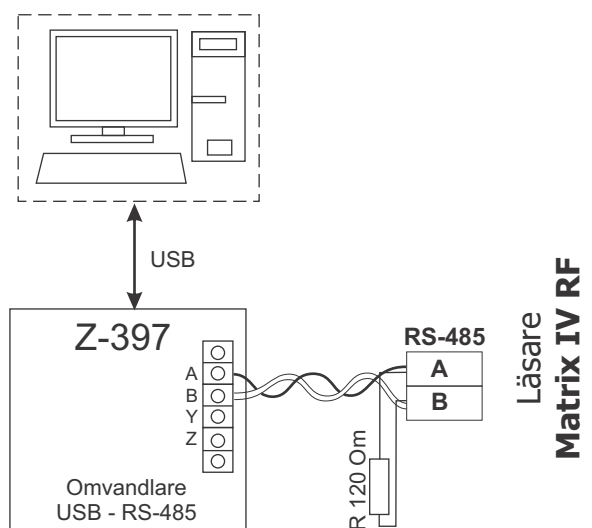

Bild.3 Anslutning via RS-485.
- Vid anslutning via RS-485 ansluts en kabel i det tvinnade paret till A, och den andra till B (se bild 3).